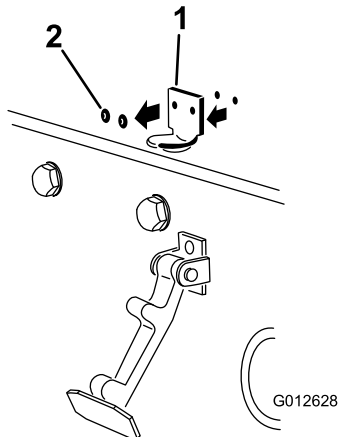

Figure 12
2. Retirez les (2) rivets qui fixent le support du loquet au capot (Figure 12) et déposez le support du capot.